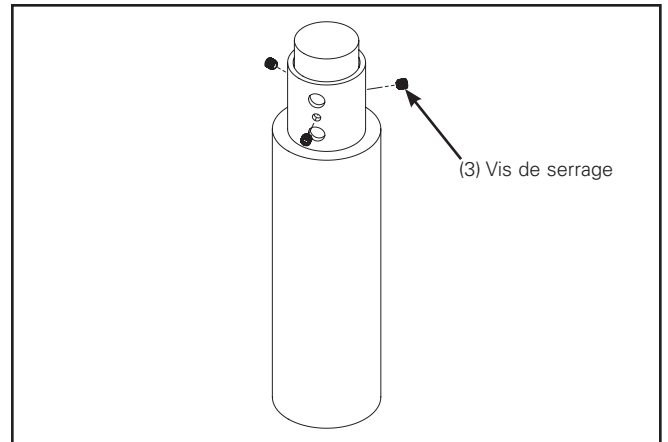

Figure 7.
2. Installez manuellement les trois vis de serrage 3/8-16 UNC sur le manchon du tenon. (Figure 7)
3. Serrez les trois de serrage 3/8-16 UNC à un couple de 20,3 Nm (180 po-lb). (Figure 7)